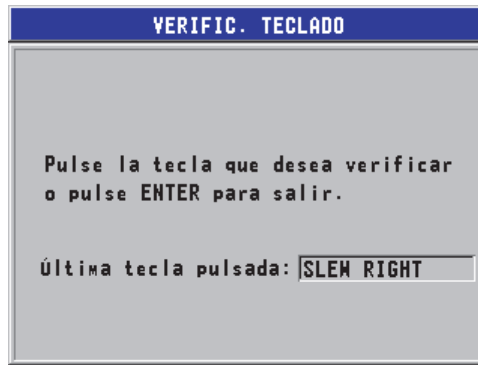

Figura 12-2 Pantalla VERIFIC. TECLADO
4. Cuando el parámetro **VERIFIC. TECLADO** es seleccionado en la pantalla **VERIFIC.TECLADO** (véase la Figura 12-2 en la página 226), realice los siguientes pasos: